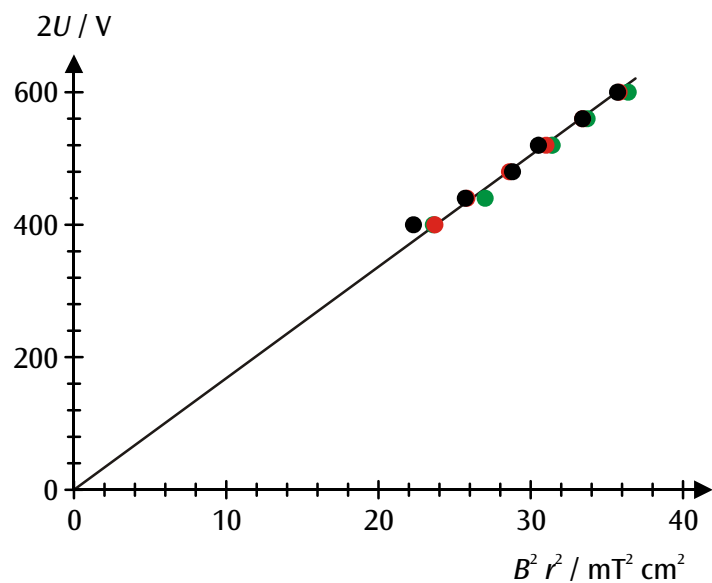

Fig. 3 Diagramma $r^2 B^2 - 2U$ dei valori di misura (nero: $r = 5$ cm, rosso: $r = 4$ cm, verde: $r = 3$ cm)
- Per un'ulteriore analisi, riportare i valori di misura in un diagramma $r^2 B^2 - 2U$ (ved. Fig. 3).